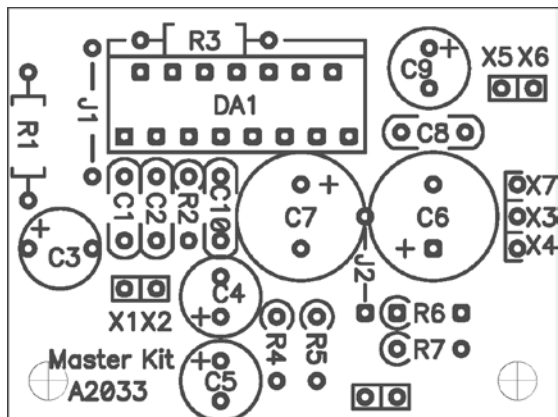

Рис.3 Монтажная схема
3. Установите все детали согласно рис.3 в следующей последовательности: сначала малогабаритные, а потом все остальные элементы (резисторы R2, R4...R7 устанавливаются вертикально).